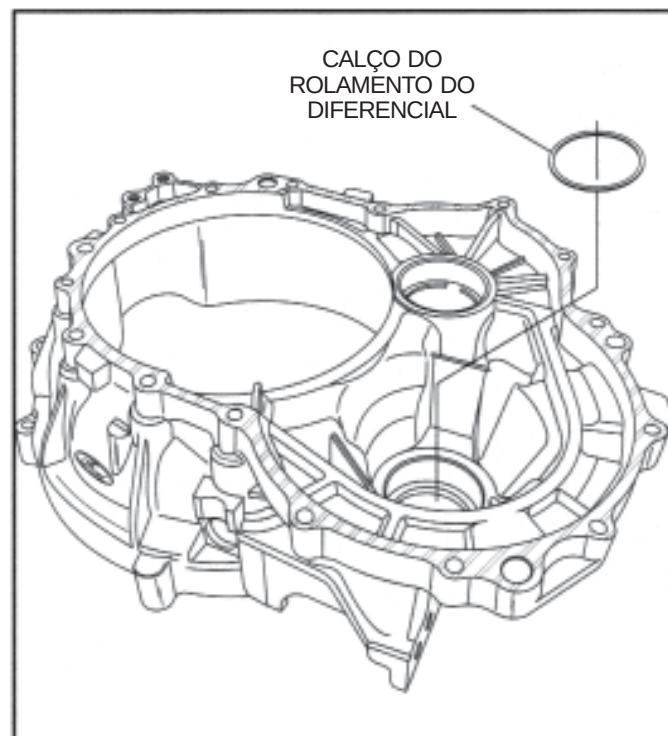

Figura 144
64. Instale dentro do alojamento do conversor o calço selecionado para o rolamento do diferencial, conforme ilustrado na Figura 144.